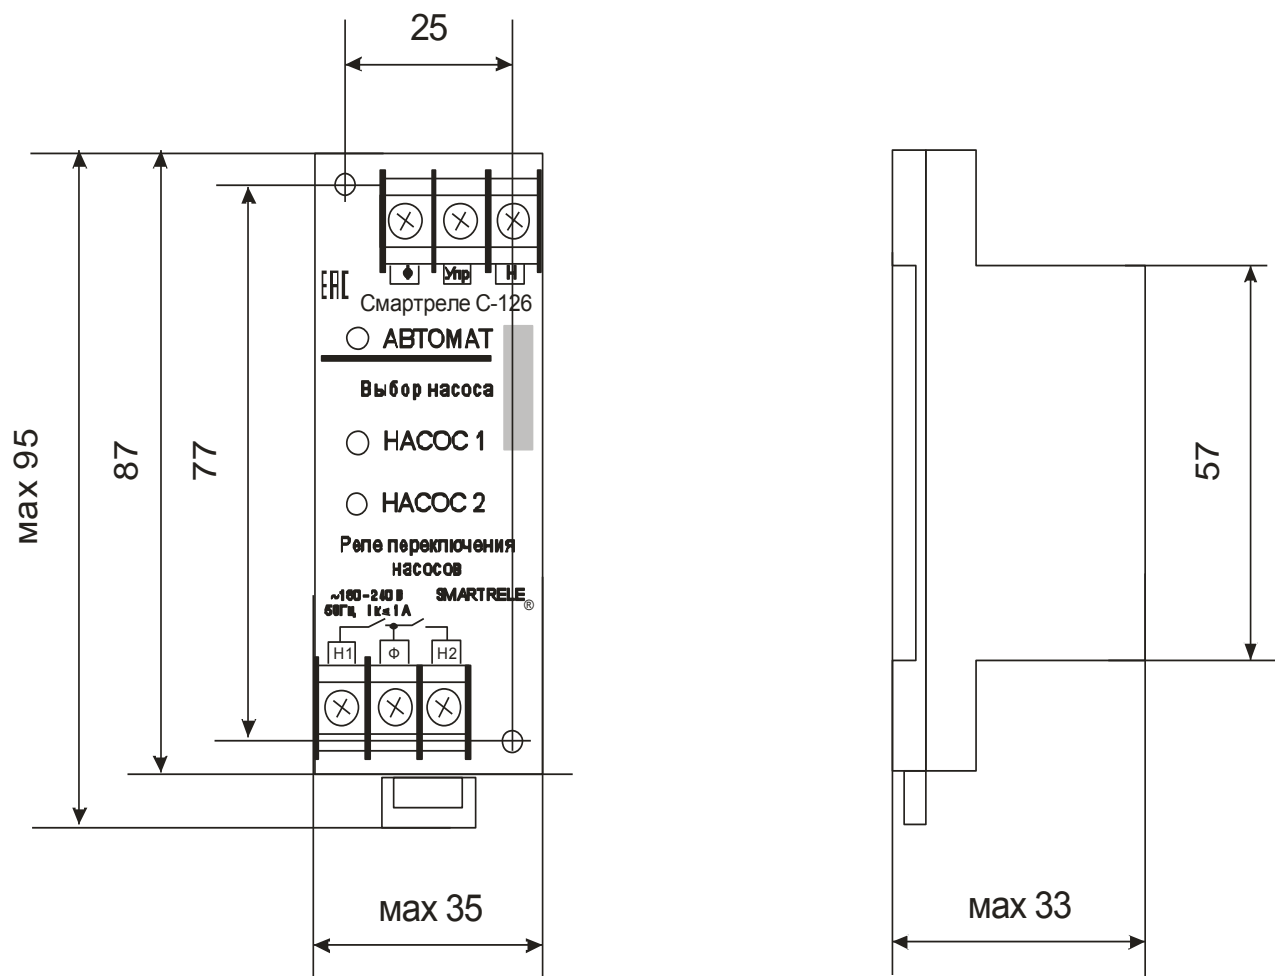

Рисунок 1 - внешний вид реле СМАРТРЕЛЕ С-126
5.1 Внешний вид реле, габаритные и установочные размеры показаны на рис.1.